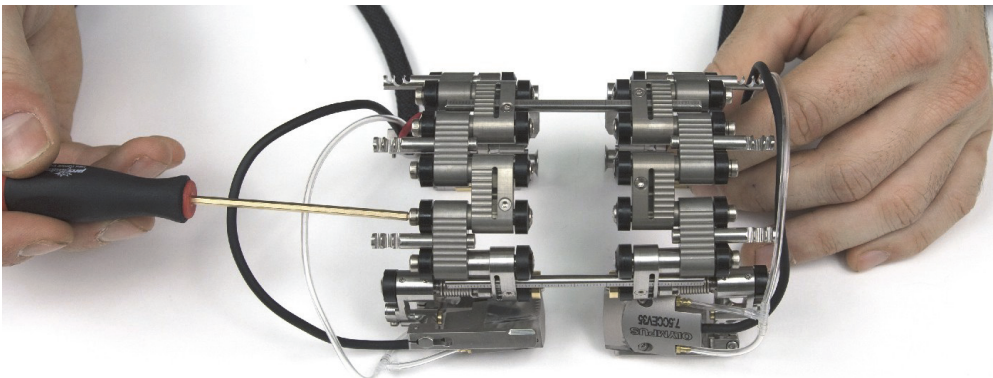

Figura 2-19 Desprendimiento de enlaces
2. Afloje, uno a uno, los tornillos de pivote capturados de los enlaces hembra y, de aplicarse, aquellos de los enlaces a mitad y medios. Véase la Figura 2-19 en la página 50.